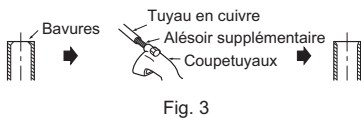

Fig. 3
- Lors du raccordement du tuyau de vidange à l'enveloppe de chlorure de polyvinyle dure, veillez à l'insérer correctement dans l'enveloppe. (Fig. 3)
- Placez le bouchon de vidange sur la section sur laquelle le tuyau de vidange doit être fixé à l'arrière de l'unité interne. (Fig. 3)
- Ebarbez parfaitement la partie tronçonnée du tuyau. (Fig. 3)